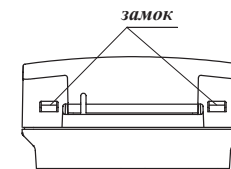

Рисунок 3
6.10 Для установки извещателя необходимо отсоединить корпус от основания, нажав отверткой на замки (см. рисунок 3). При этом кнопка должна быть в отжатом состоянии.